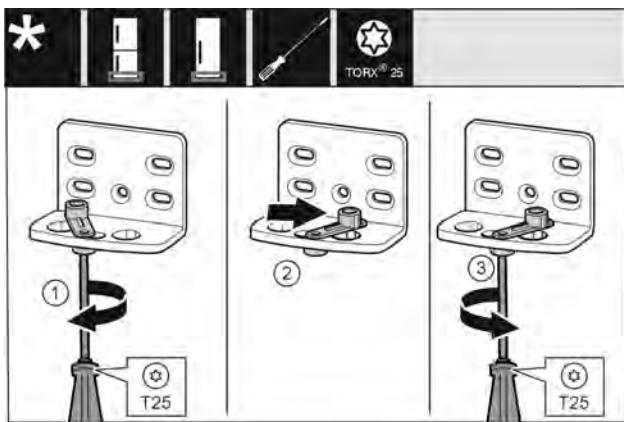

Fig. 23
- Открутите винт отверткой T25. Fig. 23 (1)
- Приподнимите фиксатор двери и поверните в отверстии на 90° направо. Fig. 23 (2)
- Затяните винт отверткой T25. Fig. 23 (3)